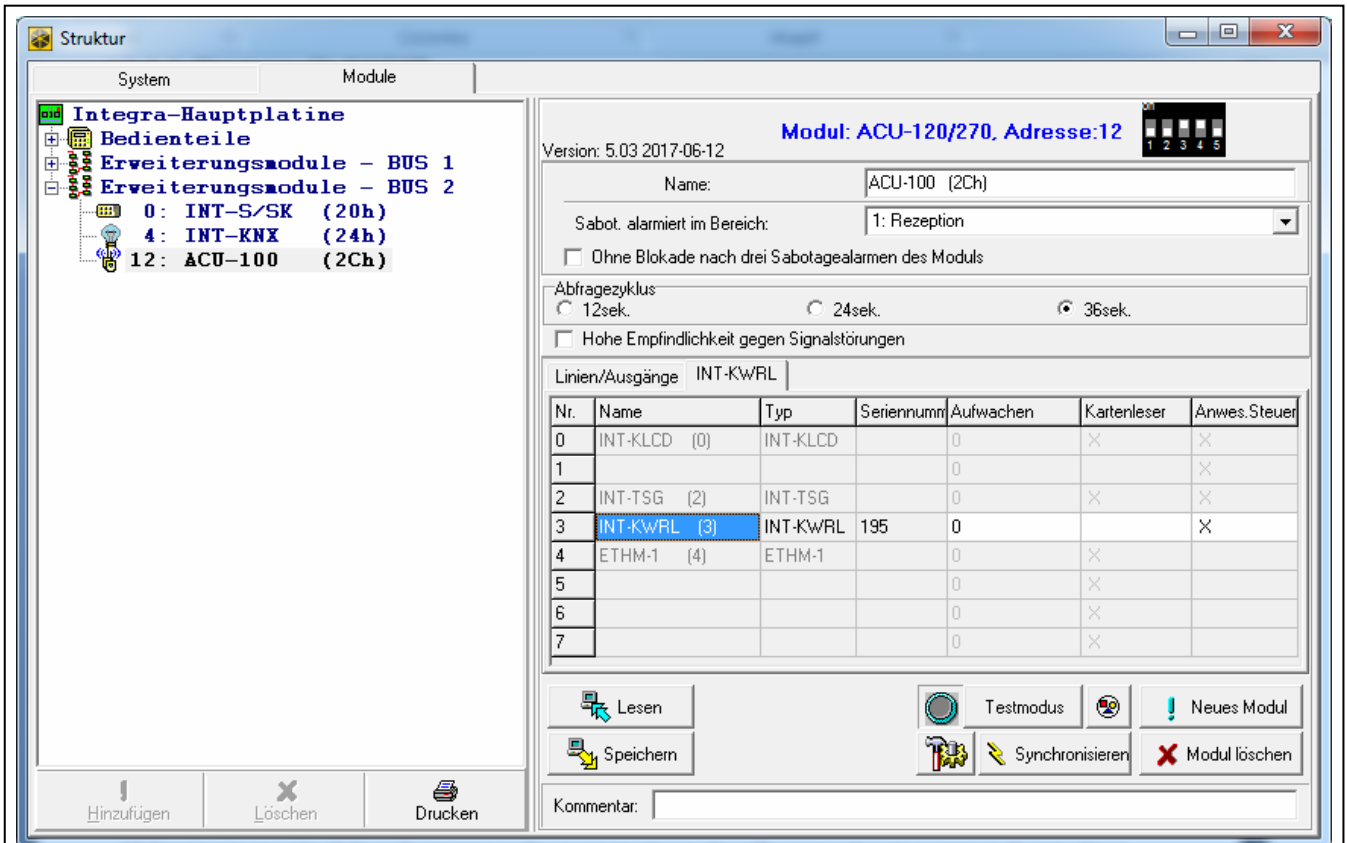

Abb. 4. Programm DLOADX: im ABAX-Funkbasismodul gespeicherte Einstellungen des Bedienteils.
Um das Funk-Bedienteil hinzuzufügen, öffnen Sie das Fenster „Struktur“, die Registerkarte „Module“, danach klicken Sie in der Liste von Geräten auf den Namen des ABAX-Funkbasismoduls und dann auf die Registerkarte „INT-KWRL“ (siehe: Abb. 4 S. 7).
Um das Funk-Bedienteil zu entfernen, öffnen Sie das Fenster „Struktur“, die Registerkarte „Module“ und klicken Sie in der Liste auf den Namen des ABAX-Funkbasismoduls und dann auf die Registerkarte „INT-KWRL“ (siehe: Abb. 4 S. 7).
- Programm DLOADX: →Fenster „Struktur“ →Registerkarte „Module“ →Zweig „Erweiterungsmodule“ →[Name des Funkbasismoduls] →Registerkarte „INT-KWRL“ (siehe: Abb. 4),